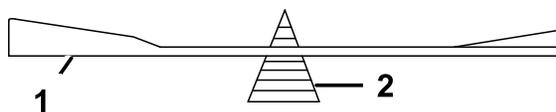

Рисунок 70
2. Проверьте балансировку ножа с помощью балансировочного устройства для ножей (Рисунок 70).